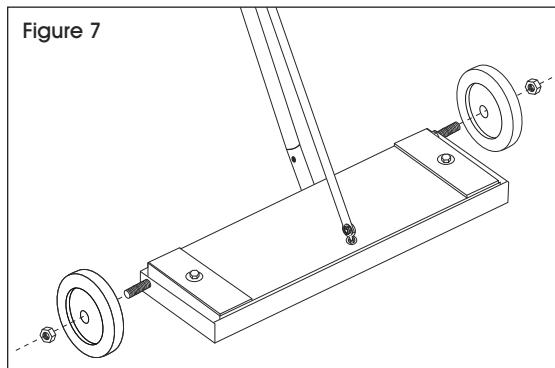

Figure 7
7. Faites glisser chaque roue sur les boulons filetés de chaque côté de la base de la balayeuse magnétique. Fixez-les avec les écrous préfixés. (Voir Figure 7)